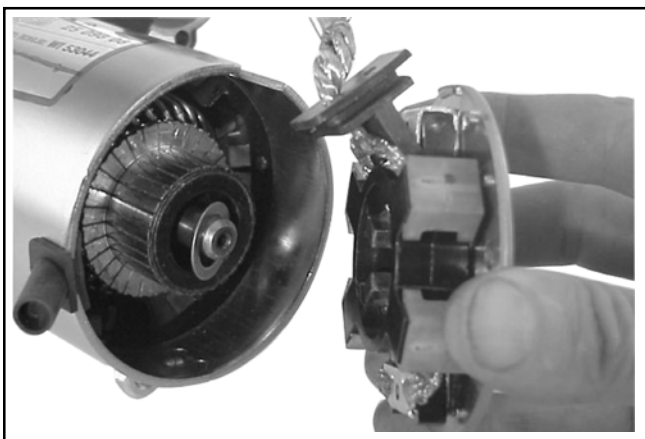

Figura 8-45. Rimozione del gruppo piastra terminale del commutatore.
5. Rimuovere il gruppo piastra terminale del commutatore, contenente il portaspazzole, le spazzole, le molle ed i cappucci di bloccaggio. Rimuovere la rondella reggispira dall'interno del cappuccio del commutatore. Vedere Figura 8-45.